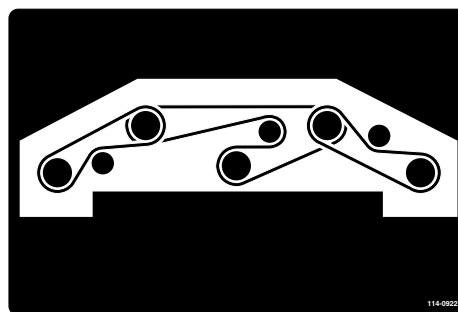

Figure 83
8. Installez la courroie neuve autour des poulies d'axe et de la poulie de tension (Figure 83).